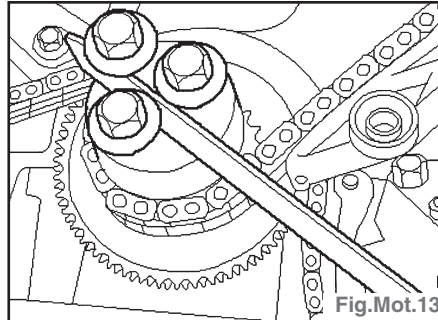

Fig.Mot.13
- Faire faire deux tours au moteur dans le sens des aiguilles d'une montre. (Fig.Mot.13).